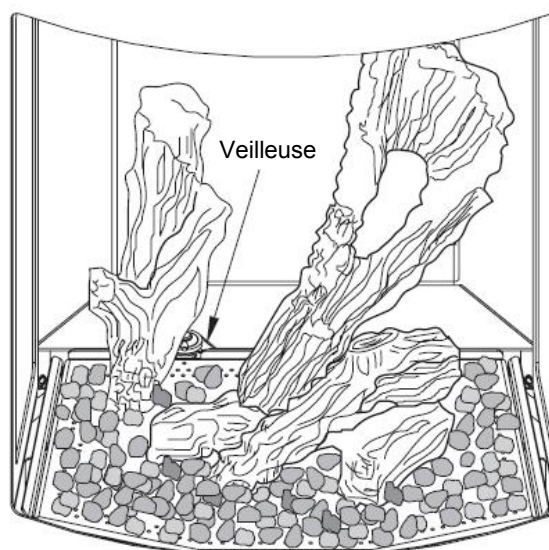

Figure 31.
2. Dispersez uniformément les pierres, pour simuler un lit de braises, sur le plateau du brûleur autour des bûches. **NE LAISSEZ AUCUNE PIERRE (DU LIT DE PIERRES) BLOQUER LE POURTOUR DE LA VEILLEUSE.** Les orifices d'évacuation, situés directement devant la veilleuse, doivent rester dégagés, pour un allumage adéquat de la veilleuse. Voir les fig. 31 et 67, pour des exemples.